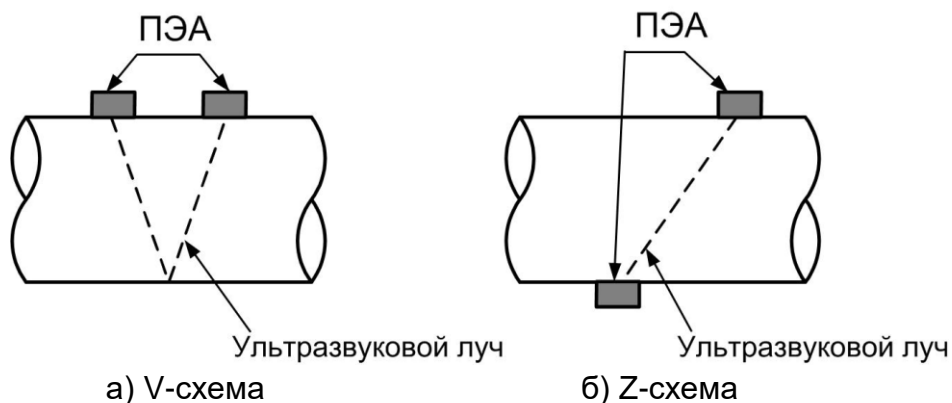

Рис.2. Схемы установки ПЭА на трубопроводе.
n – коэффициент, зависящий от схемы установки ПЭА (рис.2):
1.5.1.5. Накладные ПЭА устанавливаются на наружную стенку трубопровода без его вскрытия по следующим схемам (рис.2).